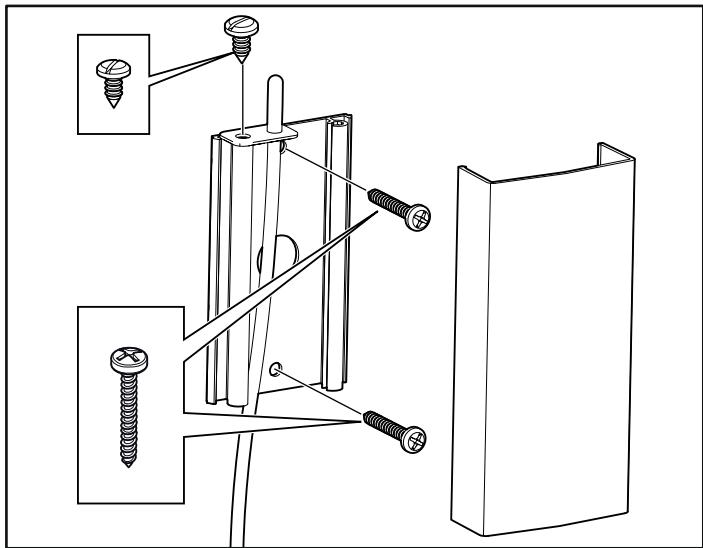
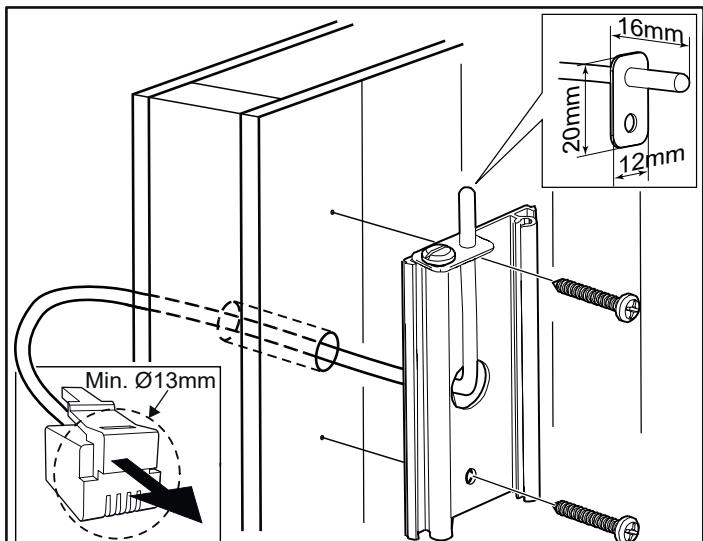

Fig 15: Montering av sensorn
Fig 16: Ledningsdragning genom vägg.
9. Montera sensorn på väggen se Fig 15. Termistorledningen kan även dras igenom väggen. Täta eventuella hål i väggen bakom sensorn, se Fig 16. Termistorledningen kan förlängas utanför bastun med svagströmsledning (2-ledare).